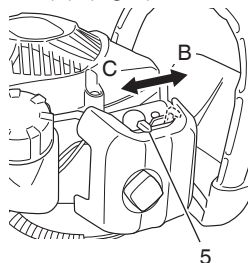

Fig. 5
2. Réglez le starter (5) en position fermée « CLOSED » (B). (Fig. 5)